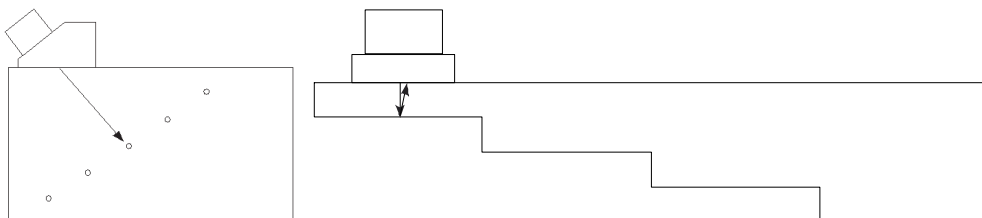

Figura 5-20 Bloques de calibración para la calibración de la TCG
1. Coloque la sonda en un bloque de calibración, tal como se muestra en la Figura 5-20 en la página 152.